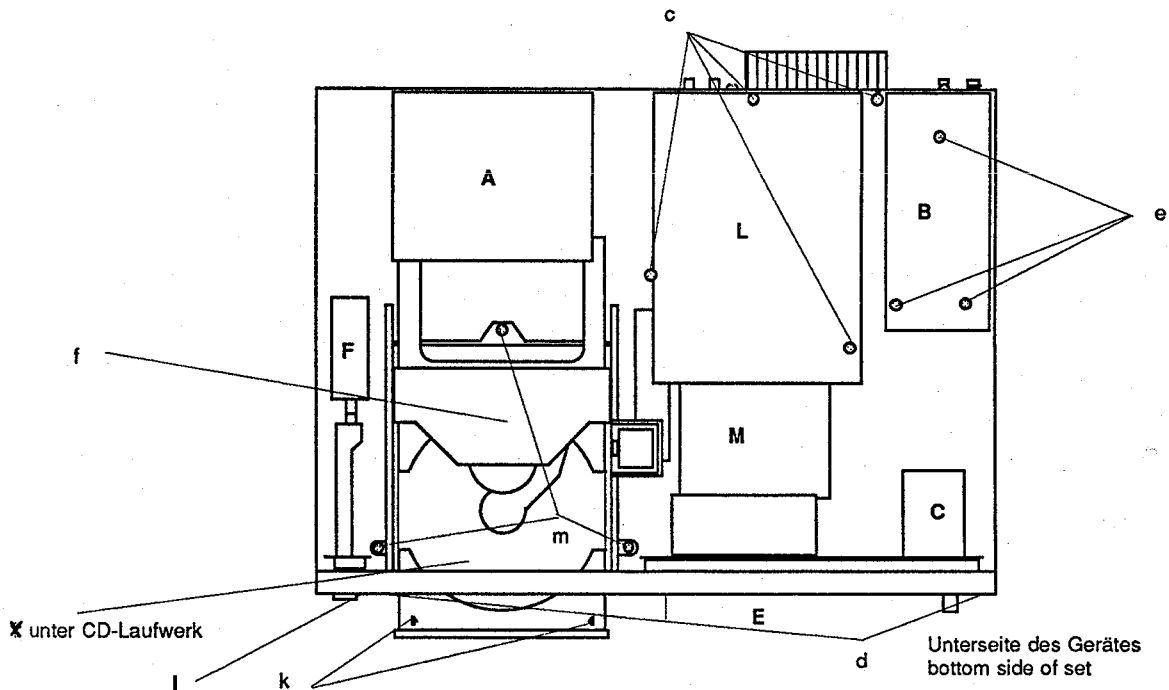

Fig. 3
Ausbau der Decoderplatte (L) Fig. 3
Disassembly of the Decoder panel (L) Fig. 3
Ausbau der Bedien- und Anzeigeeinheit (E) Fig. 3
Disassembly of the control and Display panel (E) Fig. 3
Ausbau der Prozessorplatte (B) Fig. 3
Disassembly of the Processor Panel (B) Fig. 3
Ausbau der Servoplatte (M) Fig. 3
Disassembly of the Servo panel (M) Fig. 3
Ausbau Loading Einheit Fig. 3
Disassembly of loading unit Fig.3